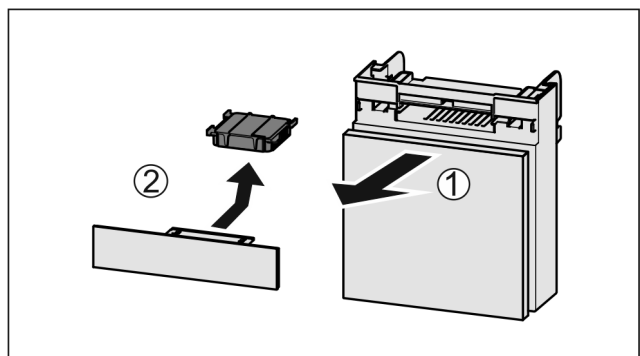

Fig. 186
- ▶ Fach nach vorne herausziehen Fig. 186 (1).
- ▶ Aktivkohlefilter entnehmen Fig. 186 (2).